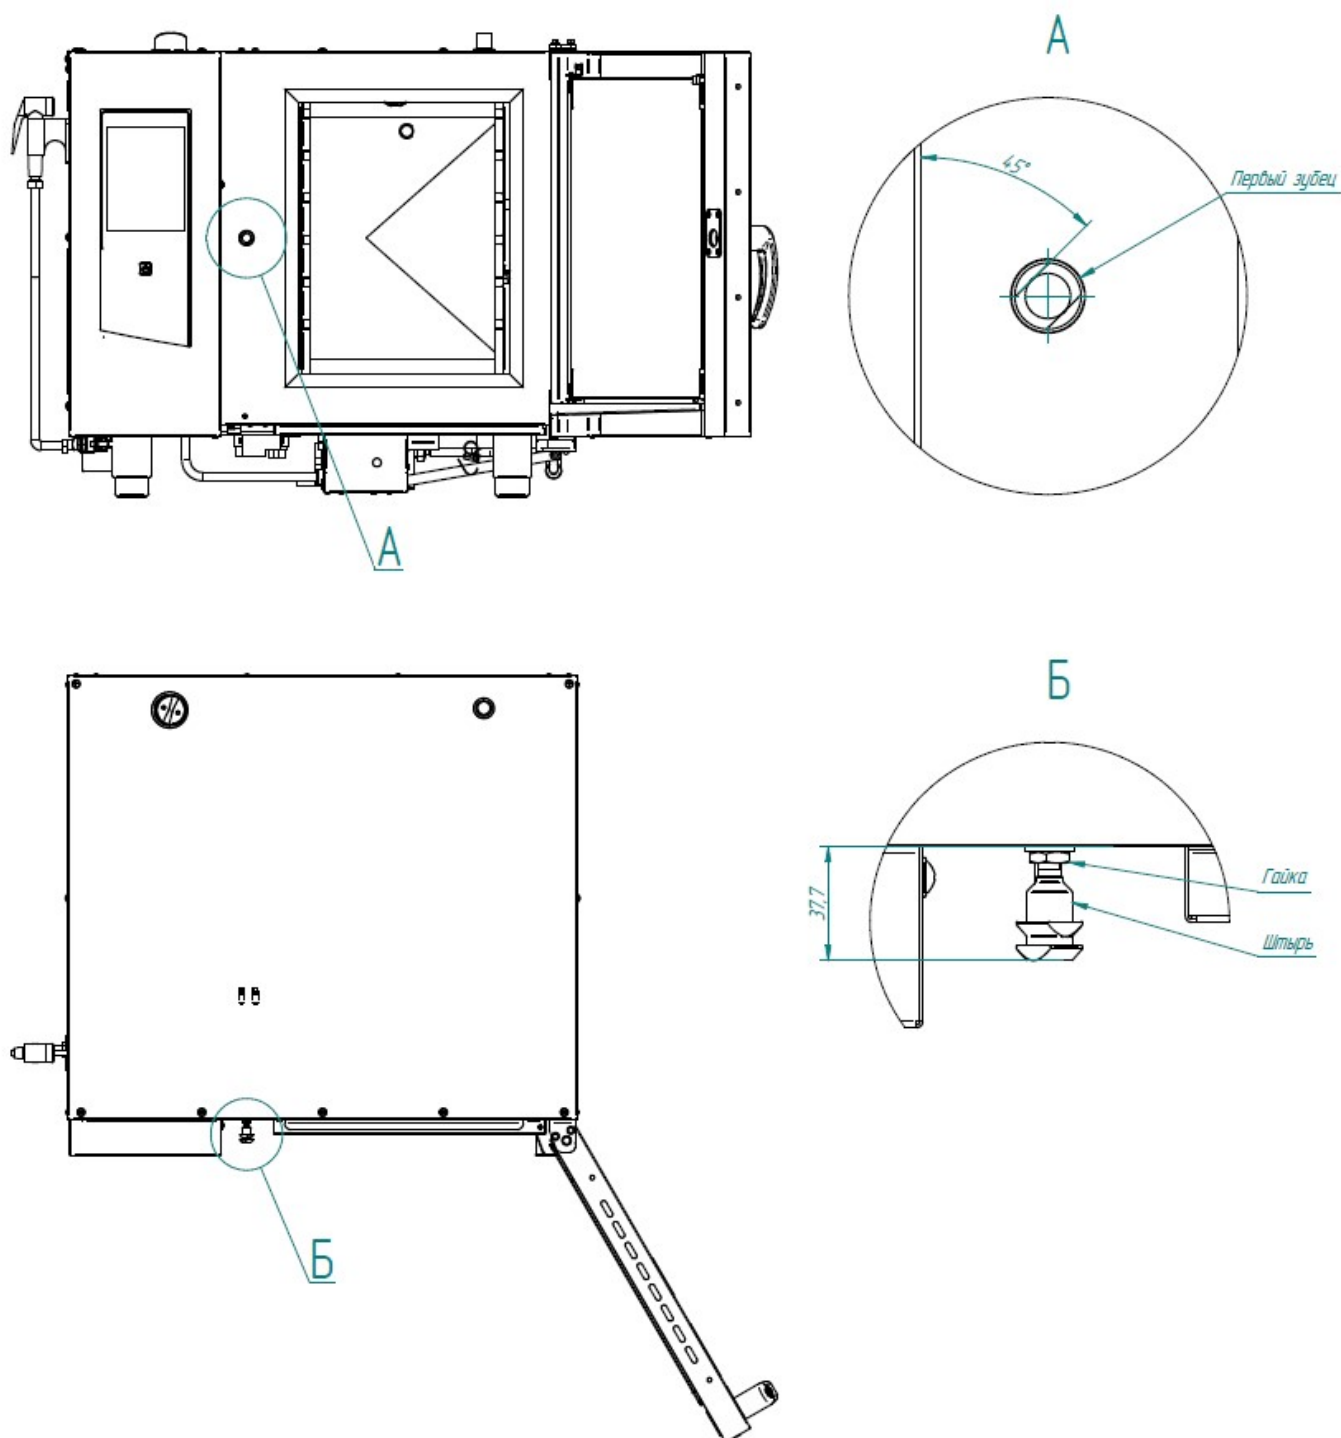

Рис. 29. Регулировка замкового устройства
При ослаблении уплотнителя и плотности прилегания двери пароконвектомата необходимо отрегулировать положение штыря (рис. 29). Для этого необходимо:
- отрегулировать положение штыря согласно указанным размерам и положению зубцов (при ослаблении профиля штырь необходимо закручивать, т.е. уменьшить размер 37,7мм, выдерживая угол  $45^{\circ}$  – см. рис. 29);